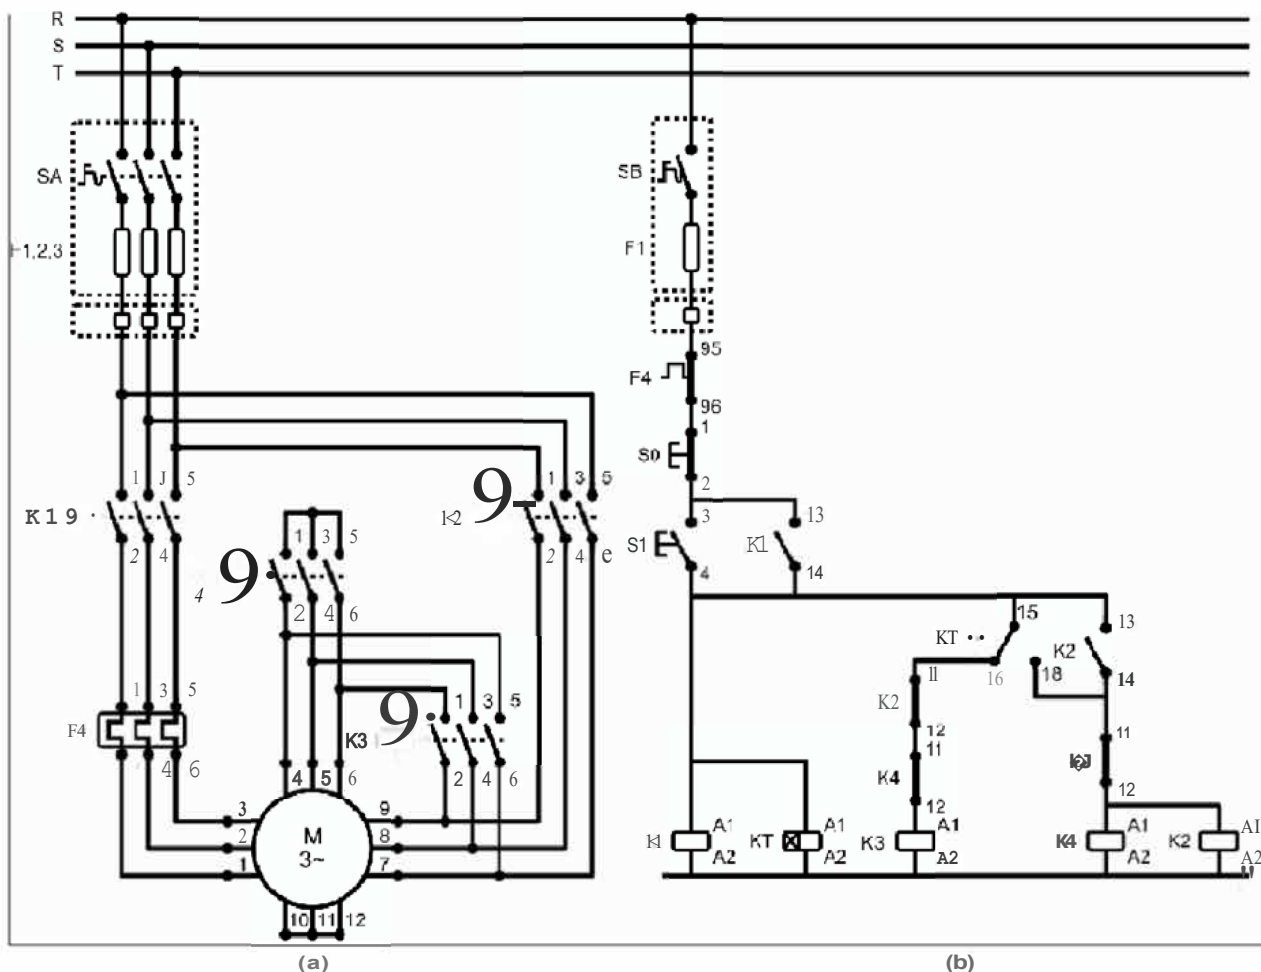

Figura 27. Esquemas de ligação para partida série paralelo - estrela temporizada a contactor; a) circuito de força e b) circuito de comando.
- Verifique se o esquema de ligação da placa do motor confere com o esquema de ligação apresentada na figura 27(a), observe que neste tipo de ligação serão necessários dois tipos de conexões diferentes entre as bobinas do estator, sendo a ligação em estrela-série para a partida, e a ligação em estrela-paralelo para o regime normal de funcionamento do motor;
- Depois de concluídas as ligações elétricas, coloque o motor para funcionar, através do acionamento da botoeira S1(NA) apresentada na figura 27(b), realizando assim uma ligação em estrela-série;